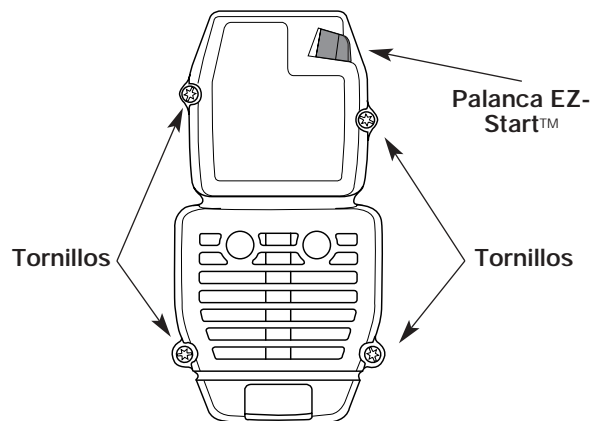

Figure 36
1. Saque los cuatro (4) tornillos que sostienen la cubierta del silenciador / filtro de aire (Fig. 36). Use un destornillador de vástago plano o de broca Torx N° T20.
2. Inserte los cuatro (4) tornillos en los orificios de la cubierta del silenciador / filtro de aire (Fig. 36) y ajústelos. **No los ajuste demasiado.**